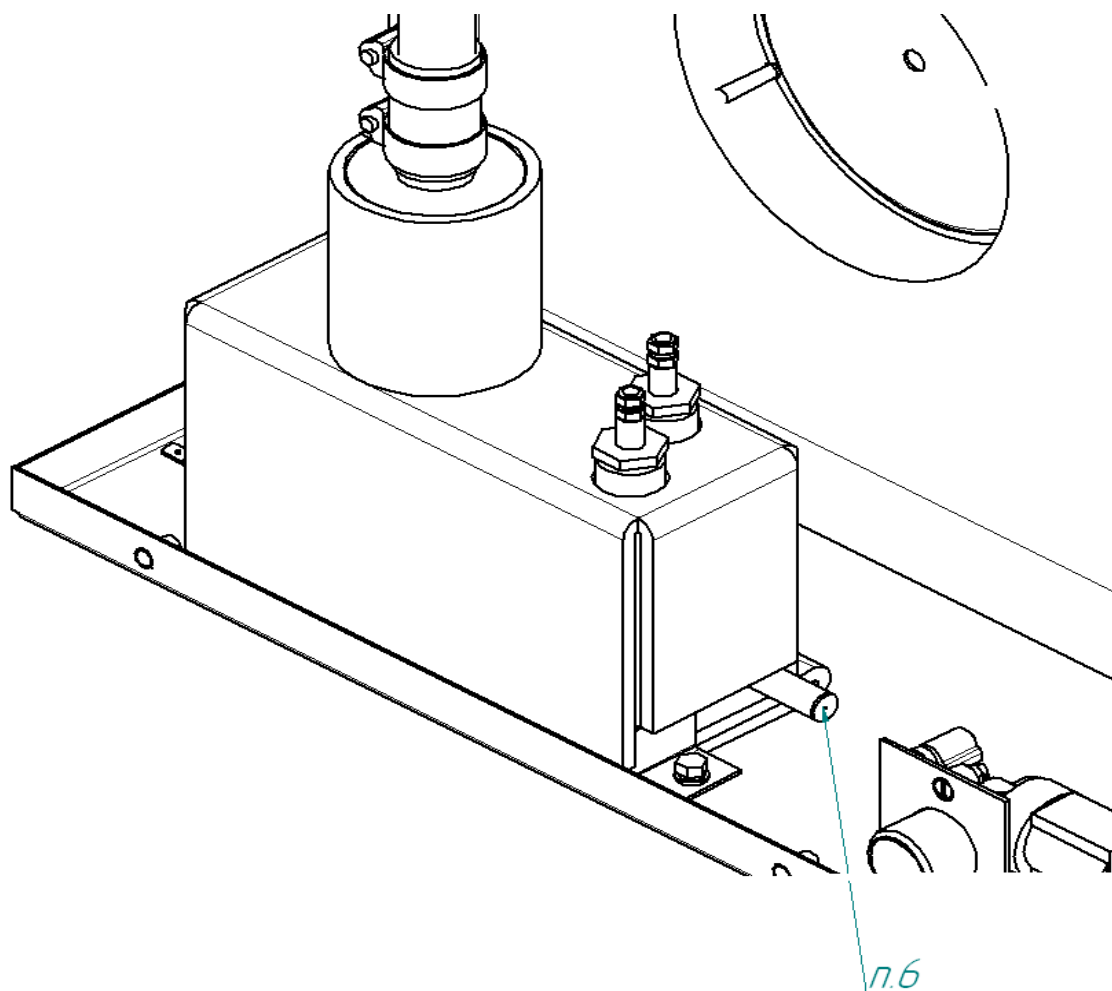

Рис. 5. Схема очистки парогенератора.
6. снять шланг подвода воды в парогенератор и прочистить отверстие для заливки воды (рис.5) острым предметом, присоединить шланг к парогенератору.